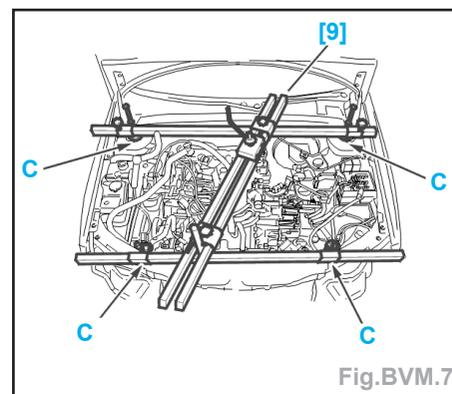

Fig.BVM.7
- Mettre en place la traverse [9] et ses supports (Fig.BVM.7).